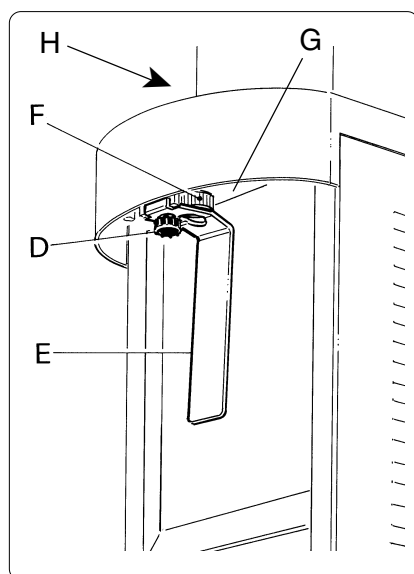
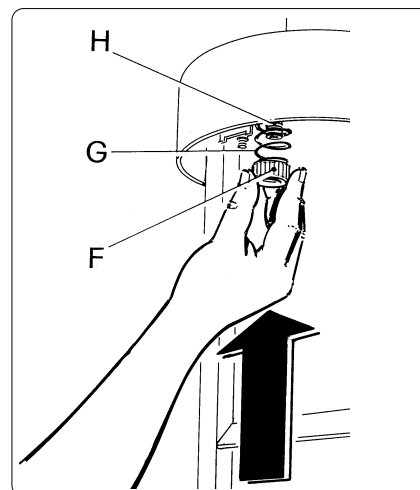

Fig. 5
Fig. 6
- Démontez le robinet dans l'ordre (fig. 5): dévisser le bouton (D), extraire le levier (E), dévisser la rondelle dentée (F) et le ressort (G) puis extraire la douille (H) par le haut.
- Nettoyer soigneusement le réservoir (A), la palette mélangeuse (C) et tous les composants du robinet à l'eau chaude et avec un produit vaisselle.
- Pour le remontage du robinet, procéder comme suit (fig. 6,7 et 8):
- remettre la douille (H) en place par le haut;
- remettre le ressort (G) ainsi que la rondelle dentée (F) en place par le base en la poussant vers le haut, et en la vissant simultanément dans le sens des aiguilles d'une montre.
- Pour le remontage de la palette mélangeuse (C), la poser au-dessus de son arbre de rotation sans le forcer.
- Pour le remontage du réservoir (A), humidifier avec de l'eau la garniture du réservoir et la pousser des deux mains vers le bas pour l'aligner complètement sur son logement.